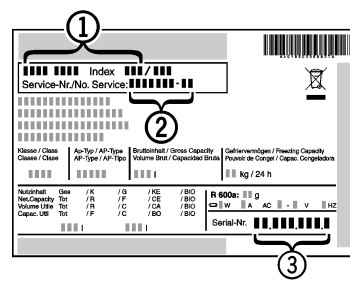

Fig. 11
- Leggere la denominazione dell'apparecchio *Fig. 11 (1)*, il n° assistenza *Fig. 11 (2)* e il n° di serie *Fig. 11 (3)* sulla targhetta identificativa. La targhetta identificativa è situata all'interno dell'apparecchio, sul lato sinistro.
- Informare il servizio di assistenza e comunicare il difetto, la denominazione dell'apparecchio *Fig. 11 (1)*, il n° assistenza *Fig. 11 (2)* e il n° di serie *Fig. 11 (3)*.